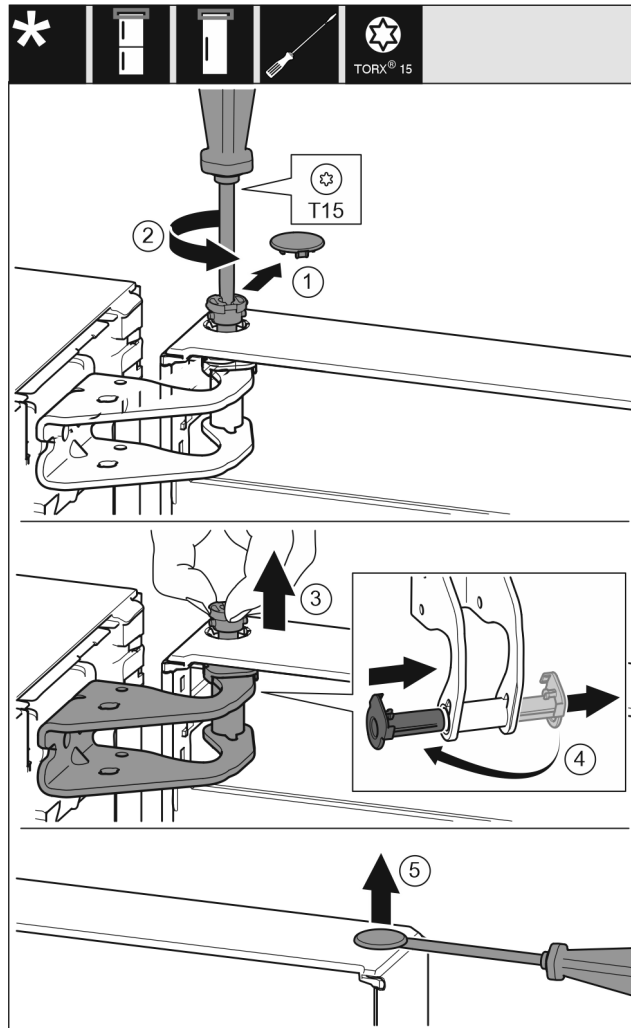

Fig. 6
- Bezpečnostní kryt opatrně stáhněte. Fig. 6 (1)
- Šroubovákem T15 o kousek vyšroubujte čep. Fig. 6 (2)
- Dveře podržte a čep vytáhněte prsty. Fig. 6 (3)
- Vytáhněte ložiskové pouzdro z vedení. Vložte z druhé strany a zaklapněte. Fig. 6 (4)
- Plochým šroubovákem opatrně nadzvedněte zátku z ložiskového pouzdra dveří a vytáhněte ji. Fig. 6 (5)